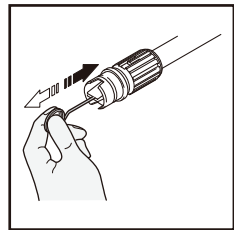

Fig. 17
- En utilisant l'outil spécial fourni (ou un trombone à papier ouvert), introduisez la pointe de nettoyage dans l'orifice de la buse et délogez l'impureté par un mouvement de va-et-vient d'avant en arrière (Figure 17). Retirez toute autre saleté en emboîtant le tuyau d'arrosage dans la buse et ouvrant le robinet avec une pression d'eau la plus haute possible (ou bloquez la buse avec votre pouce afin de créer de la pression pour retirer l'impureté).